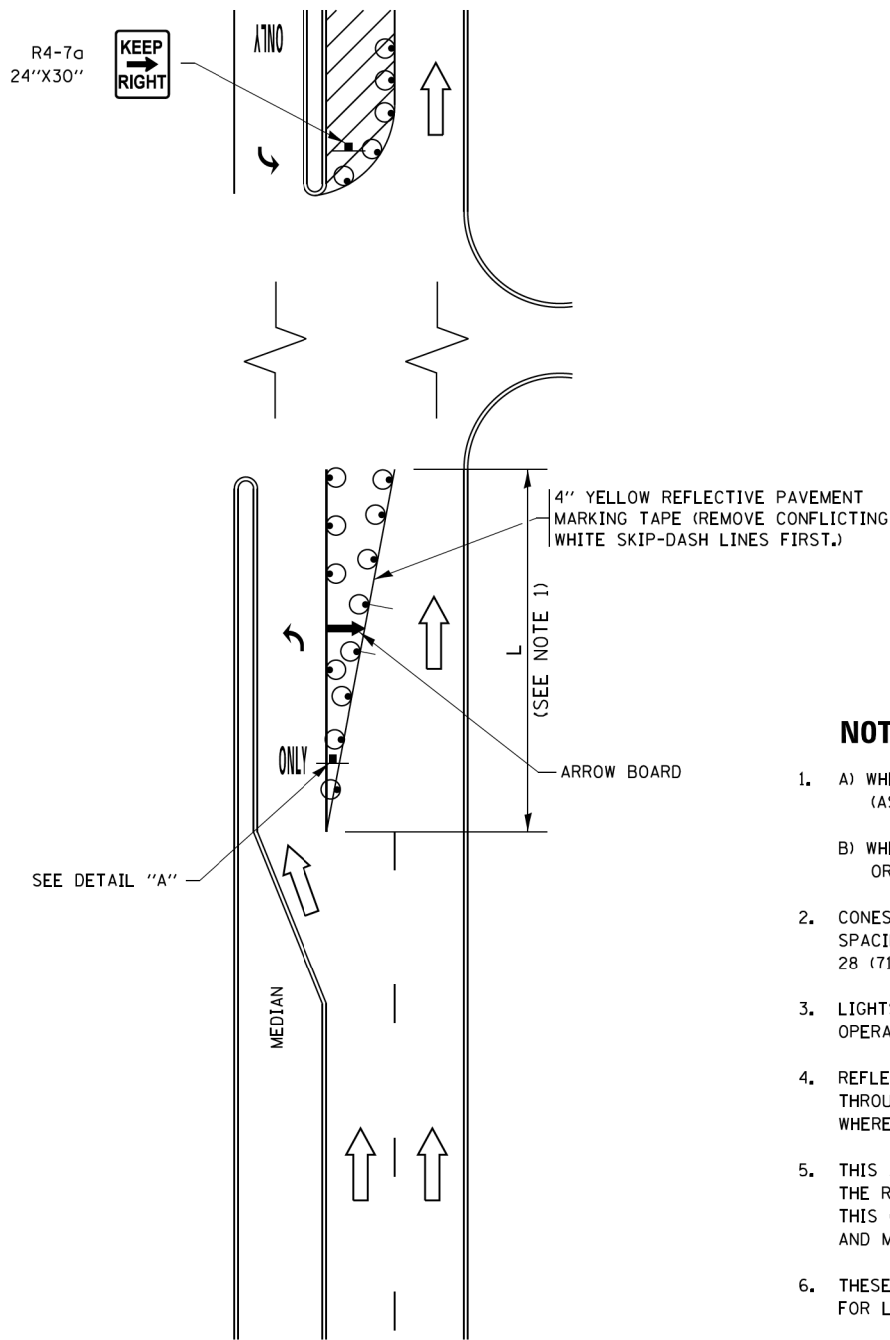

FIGURE 1
1. A) WHEN "L" IS \leq THE STORAGE LENGTH OF THE TURN LANE (AS SHOWN IN FIG. 1), USE FIGURE 1.